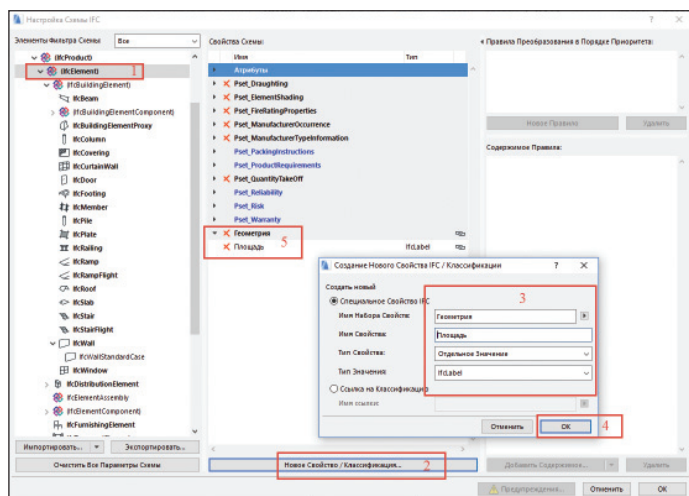

Рис. 11. Создание нового параметра IFC
В диалоговом окне *Настройка схемы IFC* (рис. 11) для элемента *IfcElement* (1) нажал кнопку *Новое свойство/Классификация* (2), создал новую категорию параметров IFC и новый параметр IFC (3), нажал кнопку *OK* (4). Как результат, в свойствах *IfcElement* появилась категория *Геометрия* с параметром *Площадь* внутри (5).